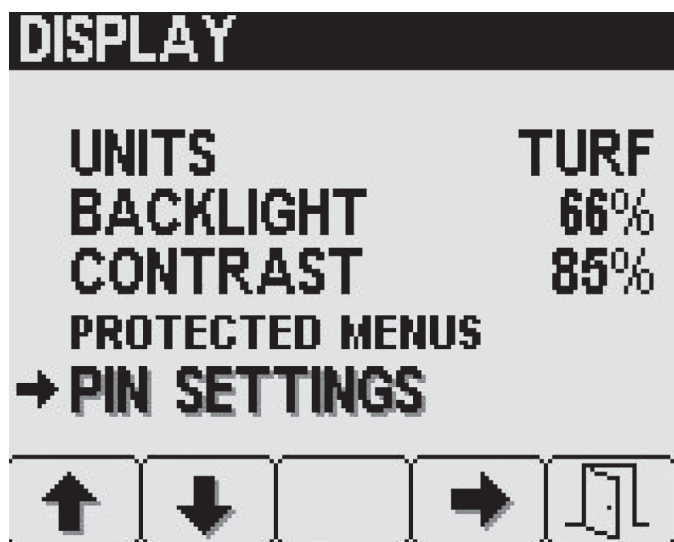

Рисунок 23
1. Нажмите кнопку 1 или 2 на экране DISPLAY (Дисплей), чтобы перейти к пункту PIN SETTINGS (Настройки ПИН-кода) (Рисунок 23).
2. Нажмите кнопку 4 для выбора подменю PIN SETTINGS (Настройки ПИН-кода) (Рисунок 23).